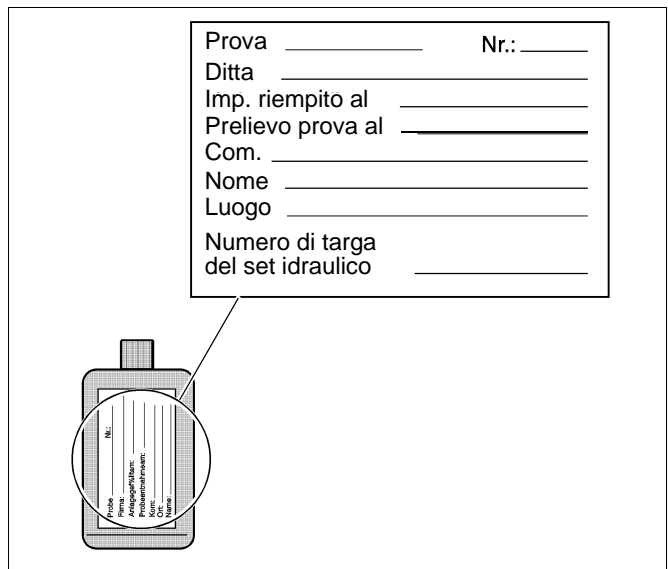

Fig. 27 Campione di liquido solare
- I Dopo un'ora di funzionamento, prelevare ca. 100 ml di fluido solare al rubinetto di carico/scarico, riempiendo la bottiglia fornita a corredo (fig. 27).